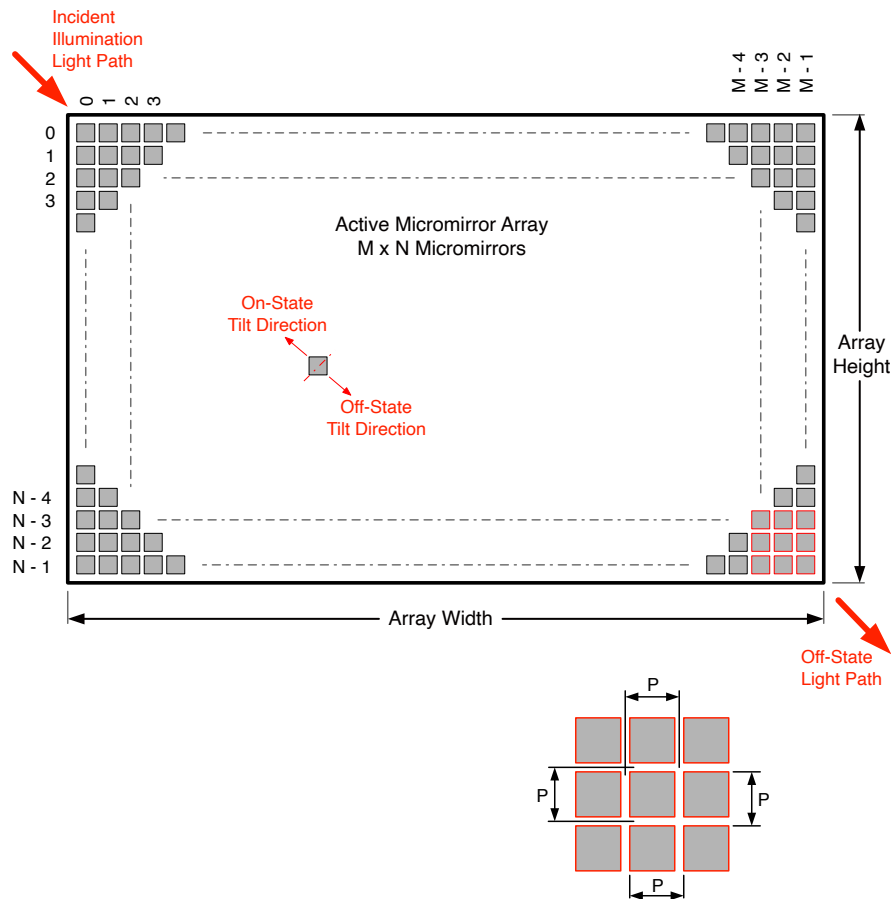

図 5-16. マイクロミラー アレイの物理特性
- (1) 図 5-16 を参照してください。
(2) DMD マイクロミラーの高速なスイッチング速度と、高度な DLP 画像処理アルゴリズムとの組み合わせにより、各マイクロミラーは各フレーム中に画面上に 4 つの個別のピクセルを表示でき、その結果、4x ピクセルの画像全体を表示できます。
(3) アクティブ アレイの周囲にある境界の構造と品質には、マイクロミラーの池 (POM) と呼ばれる、部分的に機能するマイクロミラーのバンドが含まれています。これらのマイクロミラーは構造のおよび / または電気的に、明るい状態またはオン状態へ傾けることを防止しますが、オフ状態へ傾けるには電氣的なバイアスが必要です。